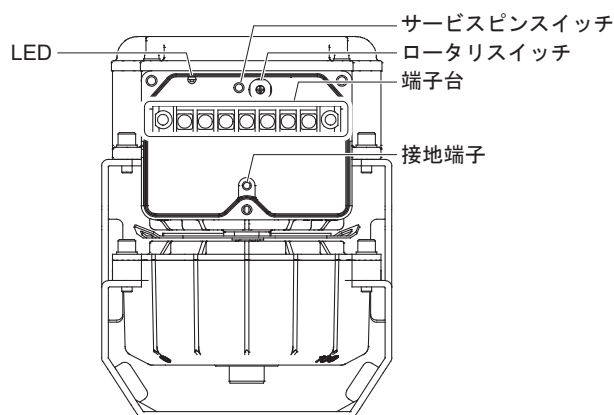

図14 端子台と各種スイッチ
* 本製品におけるサービスピンスイッチとロータリスイッチの位置については、『図14 端子台と各種スイッチ』を参照してください。
- (1)